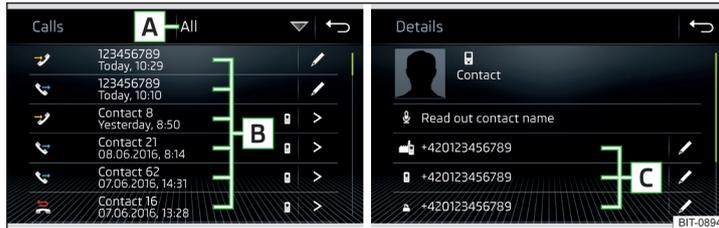

Abb. 212 Anrufliste / Kontaktdetail
► Im Hauptmenü *Telefon* die Funktionsfläche  antippen, es wird eine Anrufliste angezeigt » Abb. 212.
> Anzeige des Kontaktdetails » Abb. 212